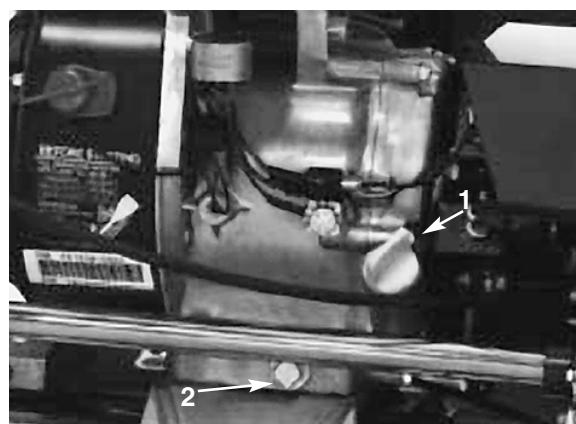

Fig. 22
livello dell'olio (Fig. 22).
- Collocare una bacinella sotto il tappo di spurgo, sul retro della macchina (Fig. 22); togliere il tappo di spurgo.